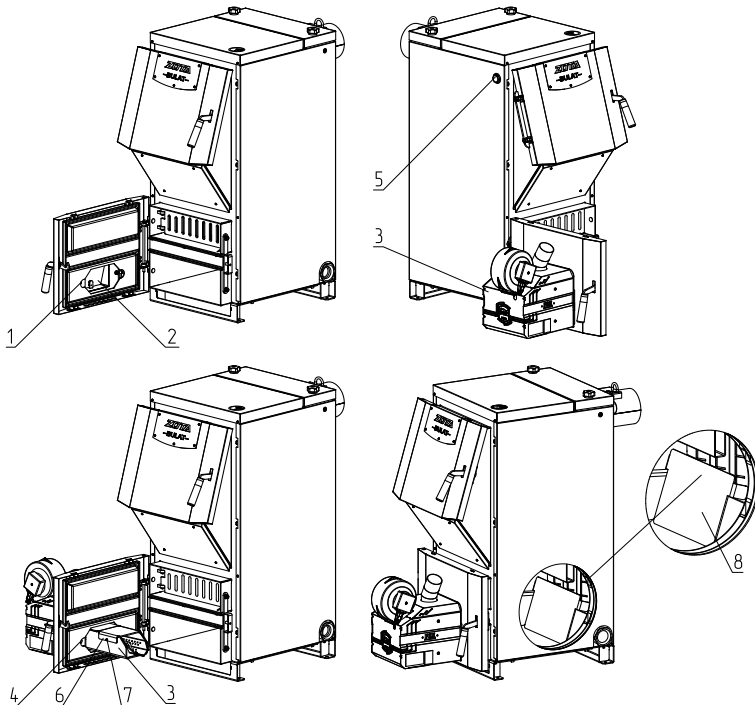

Рис. 11 Порядок установки pelletной горелки на твердотопливные котлы ZOTA Bulat 18, 23, 28, 35, 45
- Выкрутите две гайки М8 (Рис.11, поз.1) и снимите поддувало (Рис.11, поз.2).
- Снимите с горелки отбойник (Рис.11, поз.6) выкрутив винты (Рис.11, поз.7) и установите горелку (Рис.11, поз.3) на котел как показано на рисунке 11, затем установите отбойник обратно зафиксировав его винтами.
- Зафиксируйте горелку двумя гайками М8 (Рис.11, поз.4).
- Установите отбойник топки Zota Bulat (Рис.11, поз.8) в котёл как показано на рисунке 11.
Внимание! Запрещается эксплуатация pelletной горелки ZOTA Fox без установленного отбойника топки Zota Bulat (Рис.11, поз.8). Отсутствие отбойника топки Zota Bulat при использовании pelletной горелки приводит к прогару водонехолаждаемых поверхностей. В случае нарушений условий эксплуатации, рекламации не принимаются.
Отбойник топки (Рис.11, поз.8) выполняет защитные функции и в процессе эксплуатации из-за воздействия на него высоких температур может изнашиваться, поэтому он является расходным материалом и гарантия на него не распространяется.
Для установки гильзы под датчики температуры и перегрева снимите пробку или тягорегулятор (если установлен) и установите гильзу (Рис.11, поз.7) в освободившееся отверстие.